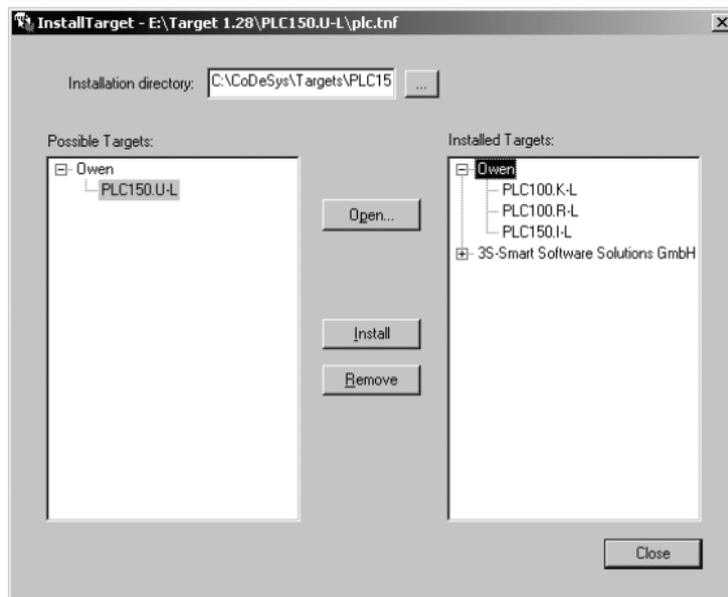

Рисунок 5.1 – Окно «InstallTarget» утилиты InstallTarget
1) В открывшемся при запуске утилиты **InstallTarget** окне (рисунок 5.1) – нажать кнопку Open и указать путь доступа к инсталлируемому Target-файлу (имеющему расширение ***.tnf**, Target Information File). Target-файлы контроллеров ОВЕН ПЛК150 находятся на компакт-диске, поставляемом с контроллером, в папке «Target» или могут быть скачаны с сайта **www.owen.ua**. При скачивании с сайта папку с Target-файлами надо разархивировать и сохранить на жестком диске ПК.